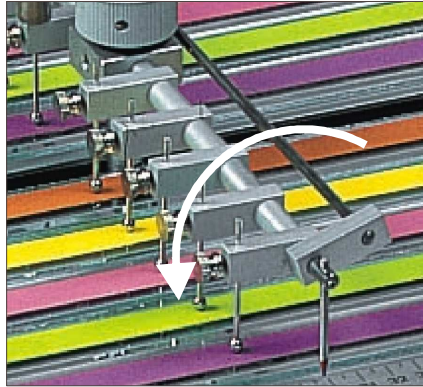

Abbildung 3. Schwenken Sie die Werkzeuge nach unten
7. Schwenken Sie die Kugelwerkzeuge nach unten auf das Muster (Abb. 3).